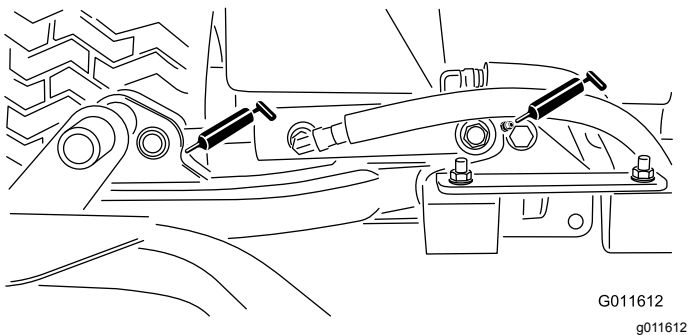

Figure 59
- Vérins des bras de levage des unités de coupe (x 2) – Figure 59
- Pivots des bras de levage (x 1) – Figure 59